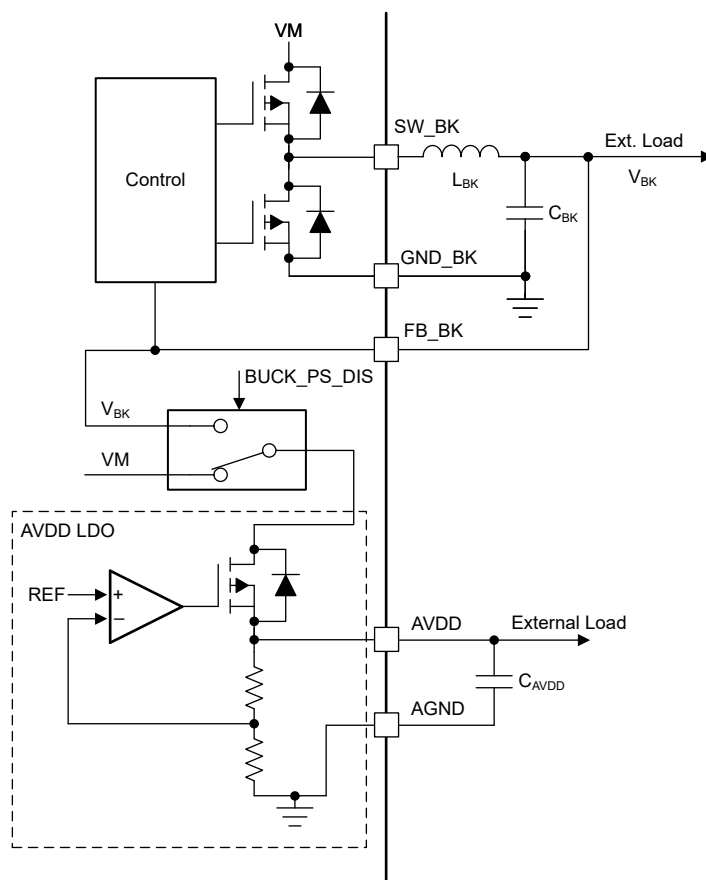

图 6-5. 混合模式降压稳压器中的 AVDD 电源时序
AVDD LDO 可以选择使用混合模式降压稳压器提供的电源来降低器件功率耗散。电源时序模式可实现 AVDD LDO 输入从直流电源 (VM) 到降压输出 ( $V_{BK}$ ) 的动态转换，如图 6-5 所示。该时序可通过 BUCK\_PS\_DIS 位进行配置。仅当降压输出电压设置为 5V 或 5.7V 时，才支持电源时序。